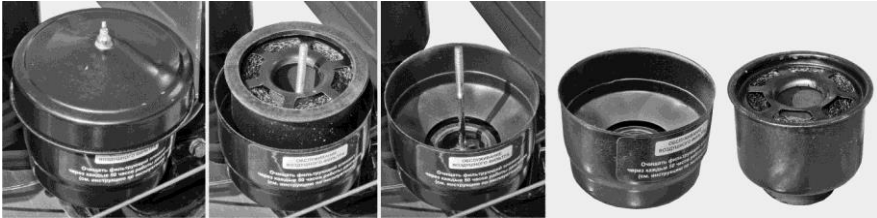

Рисунок 54. Повітряний фільтр
1. Відкрити гайку-баранчик кріплення корпусу фільтра (див. рис. 54.) та зняти кришку.